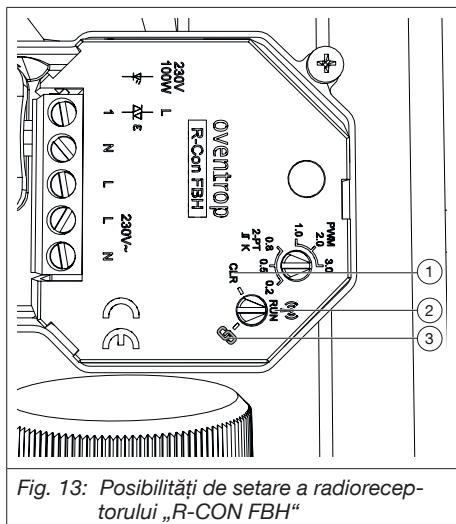

Fig. 13: Posibilități de setare a radioreceptorului „R-CON FBH”
1. Setati butonul rotativ al radioreceptorului „R-CON FBH” pe „Connect” (vezi fig. 13